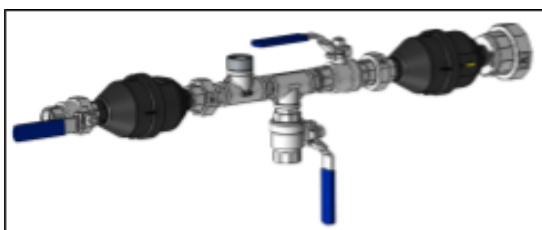

Abbildung 21.
- **Achtung:** Montieren Sie den Wasserzähler so, dass die Zählwerke nach oben zeigen und der Pfeil in Richtung des Bypasses weist. Siehe Abbildung 21.
- o **Achtung:** Montieren Sie das T-Stück so, dass der Wasserzähler und der Kugelhahn direkt aneinander anschließen. Richten Sie dabei den zweiten Kugelhahn nach unten aus (siehe Abbildung 21).
- o **Achtung:** Montieren Sie den Wasserzähler mit den Zählwerken nach oben und dem Pfeil in Richtung des Kreislaufs. Siehe Abbildung 21 und 22.